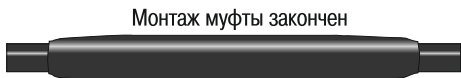

Рисунок 9
4.22 Дать муфте остыть до температуры окружающей среды, прежде чем подвергать её механическим воздействиям (рисунок 9).